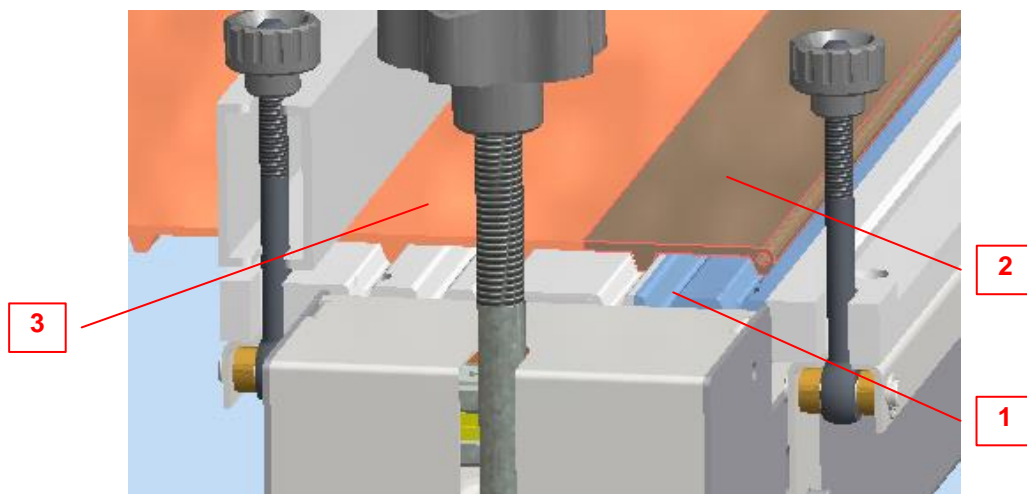

FIGURE 9 -
- c. Positionner la première extrémité de la bande Cleandrive™ sur la plaque de jonction, en mettant les dents dans les logements correspondants (Figure 9 pièce 1). Fixer la bande en position grâce au presseur de blocage, en serrant les deux boutons.
- d. Positionner sur la plaque de jonction la griffe “Laçage Mécanique” (2), en faisant correspondre les dents avec les logements présents sur la plaque de jonction. Aligner le bord extérieur avec celui de la bande.
- e. Contrôler que les deux têtes de la bande correspondent parfaitement (Figure 9). Serrer les boutons de fermeture de la barre de blocage.